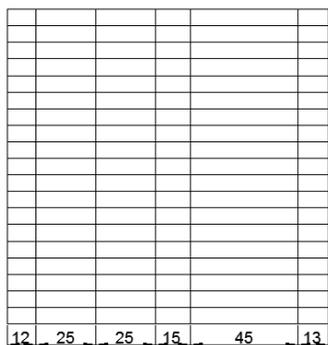

图 17.8.60 改变列宽
(2) 在绘图平面指定插入点，插入空表格，并显示多行文字编辑器（不输入文字），在空白位置单击以确定表格放置。
(3) 选中表内所有单元格后，单击鼠标右键，在系统弹出的快捷菜单中选择 **特性(P)**，系统弹出“特性”窗口，在此窗口内将行高值设置为 7.0 并进行图 17.8.60 所示列宽值的设置。